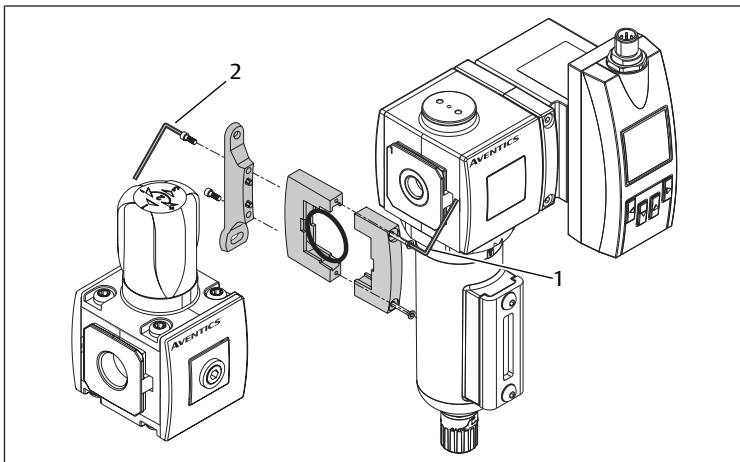

Fig. 7: Montage avec un kit de montage en batterie
3. Monter le produit avec le kit de montage en batterie. Voir → Fig. 7.